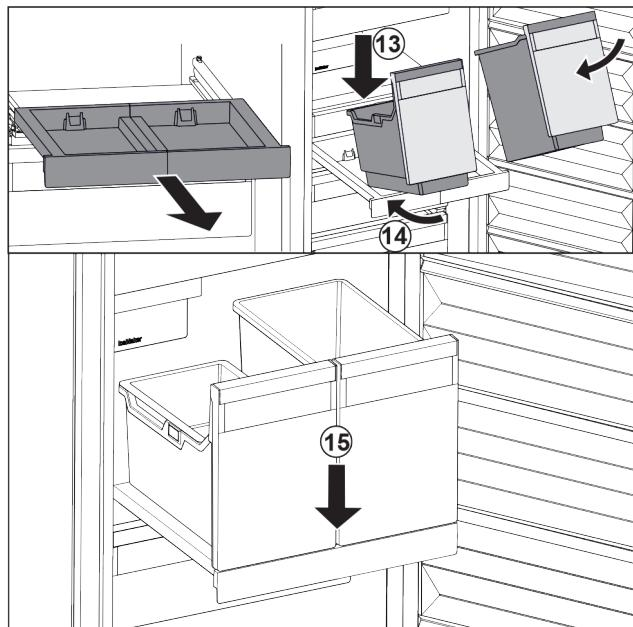

Fig. 100
- Наклоняя вниз, установите контейнеры на выдвижную панель. Fig. 100 (13)
- Вставьте контейнеры, наклоняя вниз, назад. Fig. 100 (14)
- Снимите контейнеры спереди. Fig. 100 (15)